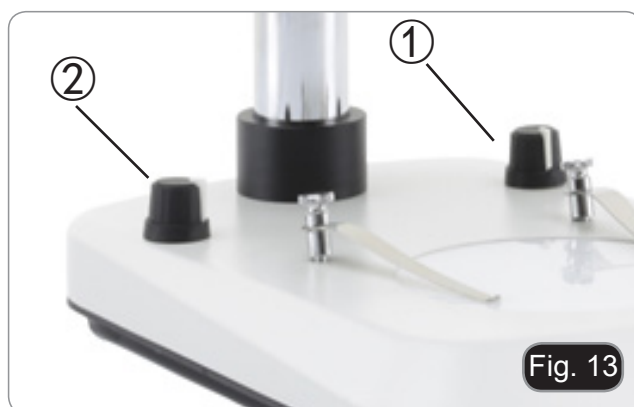

Fig. 13
1. Tournez le bouton de lumière incidente ① pour allumer/éteindre ou pour changer l'intensité de la LED de la lumière incidente. (Fig. 13)
2. Tournez le bouton de l'éclairage transmis ② pour allumer/éteindre ou ajuster l'intensité lumineuse de la LED pour l'éclairage transmis.